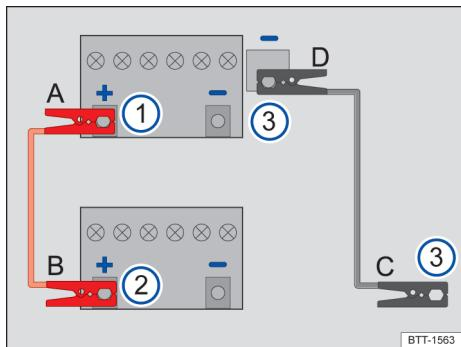
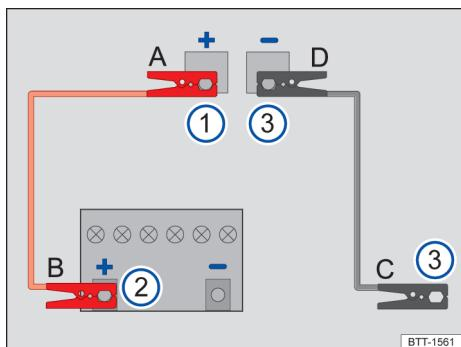

Fig. 218 Esquema para a conexão dos cabos auxiliares de partida (bateria do veículo 12 V no compartimento do motor).
Fig. 219 Esquema para a conexão dos cabos auxiliares de partida no veículo que presta auxílio à partida (bateria do veículo 12 V no compartimento de bagagem).
Legenda para Fig. 218 e Fig. 219:
Conectar o cabo auxiliar de partida somente na sequência A – B – C – D → Fig. 218.
- Conectar uma extremidade do cabo auxiliar de partida **vermelho A** no polo positivo (+) da bateria do veículo com a bateria do veículo 12 V descarregada → Fig. 218 ① → .
- Conectar a outra extremidade do cabo auxiliar de partida **vermelho B** ao polo positivo (+) do veículo fornecedor de corrente elétrica → Fig. 218 ②.
- Conectar uma extremidade do cabo auxiliar de partida **preto C**, de preferência, em um ponto de auxílio da partida (ponto de aterramento), ou então, em uma peça maciça de metal parafusada firmemente com o bloco do motor ou no próprio bloco do motor do veículo que gera corrente → Fig. 218 ③.
- Conectar a outra extremidade do cabo auxiliar de partida **preto D** do veículo híbrido com a bateria 12 V do veículo descarregada, de preferência, em um ponto de auxílio da partida (ponto de aterramento), ou então, em uma peça maciça de metal parafusada firmemente com o bloco do motor ou no próprio bloco do motor → Fig. 218 ④ → .
Conectar o cabo auxiliar de partida somente na sequência A – B – C – D → Fig. 219.
- Conectar uma extremidade do cabo auxiliar de partida **vermelho A** no ponto de auxílio da partida (polo positivo) (+) do veículo com a bateria de 12 V do veículo descarregada → Fig. 219 ① → .
- Conectar a outra extremidade do cabo auxiliar de partida **vermelho B** ao polo positivo (+) do veículo fornecedor de corrente elétrica → Fig. 219 ②.
- Conectar uma extremidade do cabo auxiliar de partida **preto C** no veículo com a bateria 12 V do veículo que abastece corrente elétrica, de preferência, em um ponto de auxílio da partida (ponto de aterramento), ou então, em uma peça metálica maciça firmemente aparafusada com o bloco do motor ou no próprio bloco do motor → Fig. 219 ③.
- Conectar a outra extremidade do cabo auxiliar de partida **preto D** do veículo híbrido com a bateria 12 V do veículo descarregada, de preferência, em um ponto de auxílio da partida do ponto de aterramento (-), ou então, em uma peça maciça de metal parafusada firmemente com o bloco do motor ou no próprio bloco do motor → Fig. 219 ③ → .
- Desconectar o cabo auxiliar de partida com o motor em funcionamento somente na sequência **D - C - B - A** Fig. 218 ou → Fig. 219.